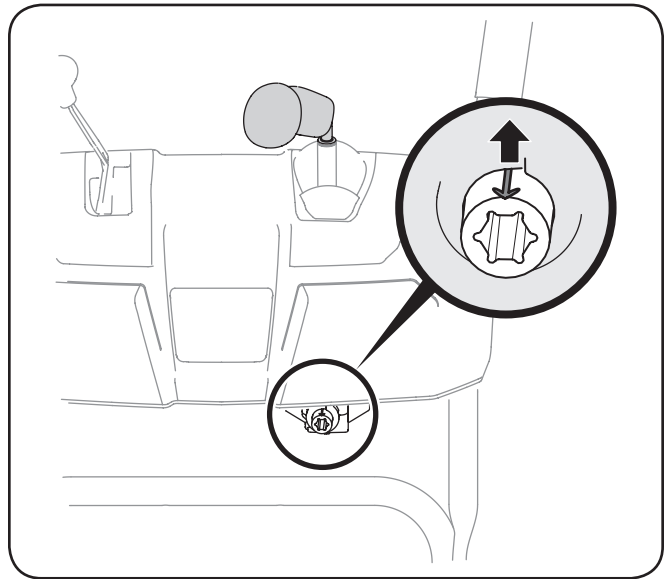

Figure 3-7
5. Faites pivoter la manette à la position de 13 h afin que la flèche indicatrice grise située sur l'engrenage à pignons du tableau de commande soit face vers le haut. Voir Figure 3-7.